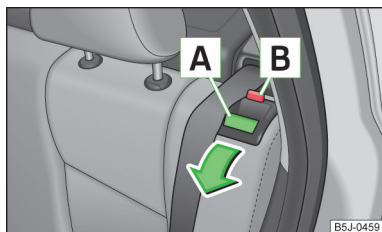

Fig. 40
- Presionando el botón de seguridad **A** » fig. 40, desbloquee el respaldo e inclínelo hacia delante.